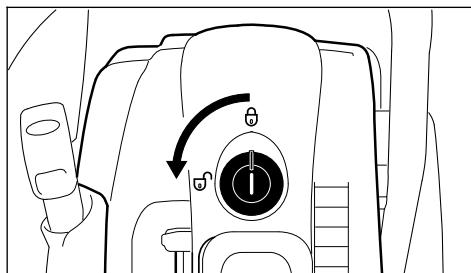

Рис. 53
- С помощью соответствующего инструмента открыть замок, повернув его влево на 90° (рис.53)